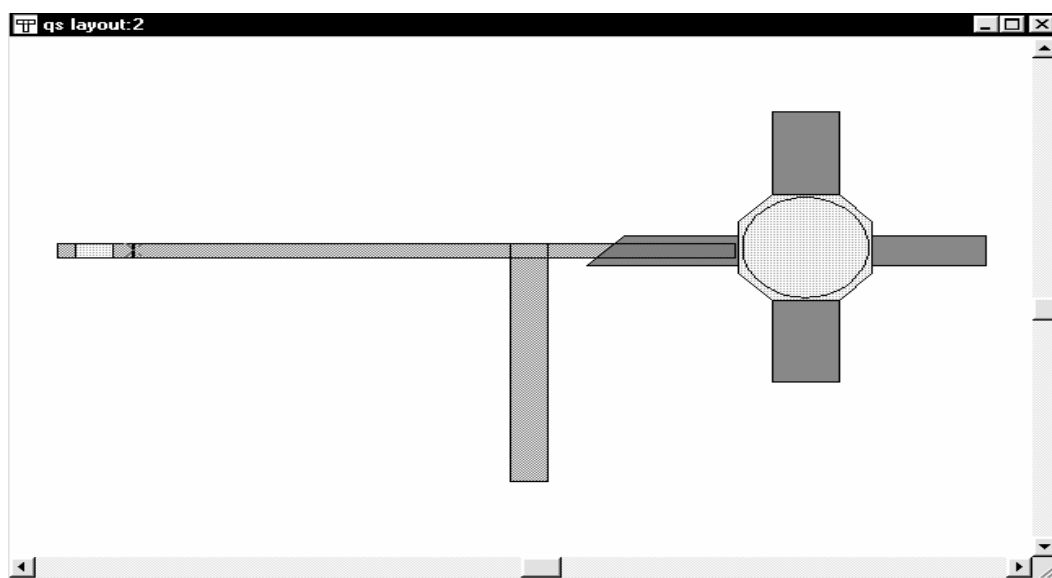

Рис. 5.22
10. Выберите **Schematic > View Layout** (Схема > Показать топологию) в выпадающем меню. Новая топология будет отображена на рабочем поле (рис. 5.22).